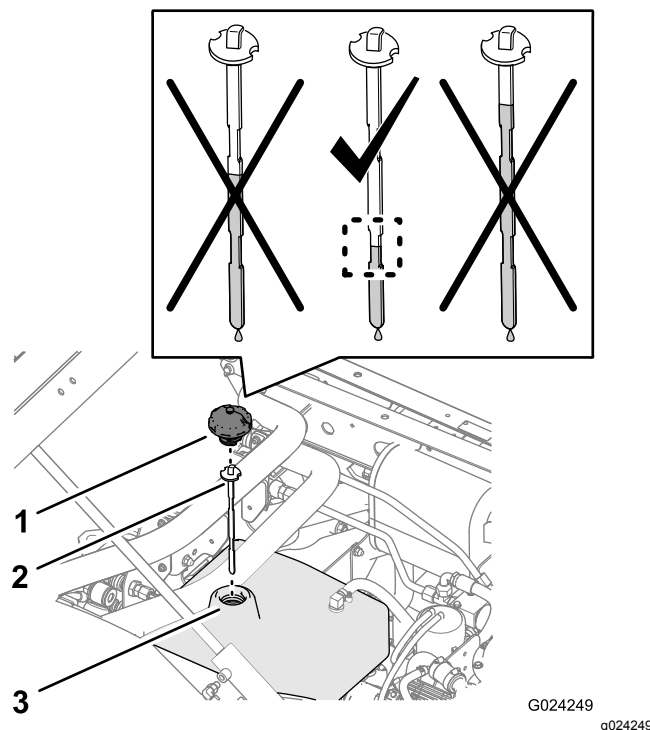

Figura 79
4. Pulite la zona intorno al collo del bocchettone e il tappo del serbatoio idraulico (Figura 79 e Figura 80).
5. Rimuovete il tappo e l'asta di livello dal collo del bocchettone del serbatoio e pulite l'asta con uno straccio (Figura 79 e Figura 80).
6. Inserite l'asta di livello nel collo del bocchettone, quindi estraetela e controllate il livello del fluido (Figura 79 e Figura 80).
7. Se il livello dell'olio è basso, aggiungete il fluido idraulico specificato nel serbatoio per aumentare il livello a metà dell'area con le tacche sull'asta (Figura 79 e Figura 80).
8. Montate l'asta di livello e il tappo sul bocchettone di riempimento del serbatoio (Figura 79 e Figura 80).